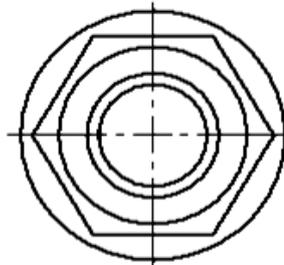

Рис. 103. Перенос конечной точки
16. Для более точного обозначения маркера центра перетащите конечную точку для изменения ее длины (рис. 103).